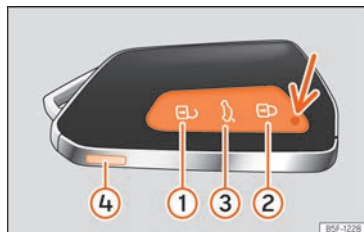
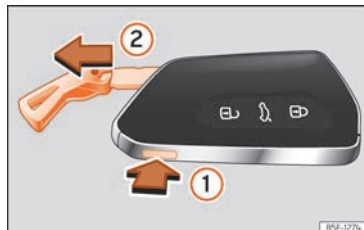

Fig. 71 Clé du véhicule.
Fig. 72 Clé du véhicule : retirer le panneton.
Légende de la » fig. 71
En appuyant une fois sur le bouton » fig. 71 ④, le panneton est libéré et un œillet apparaît en guise de porte-clés. Maintenez le bouton enfoncé tout en tirant sur l'œillet dans le sens de la flèche » fig. 72 ② pour extraire entièrement le panneton.
Lorsque vous appuyez brièvement sur un bouton de la clé du véhicule, le témoin clignote » fig. 71 (flèche) une fois brièvement, mais si vous appuyez plus longtemps, il clignotera plusieurs fois, par exemple, lors de l'ouverture de confort.